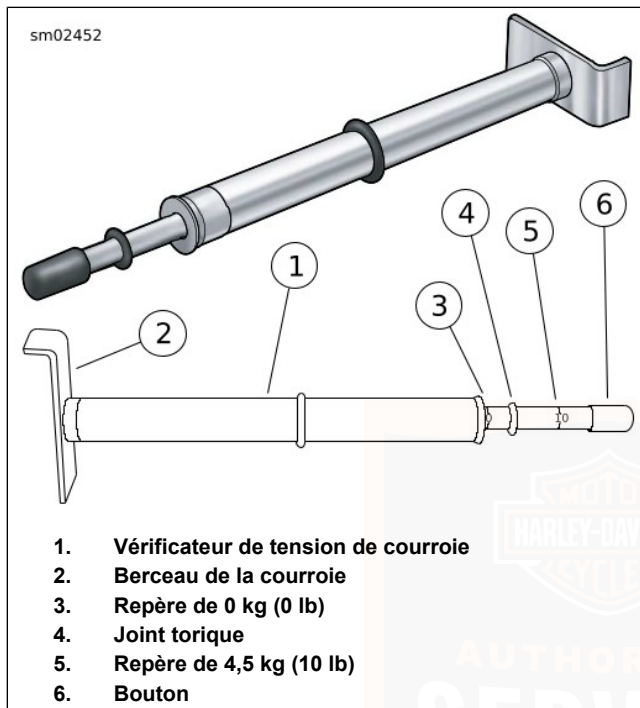

Figure 32. Vérificateur de tension de courroie
3. Voir Figure 32 . Mesurer le fléchissement de courroie à l'aide de :